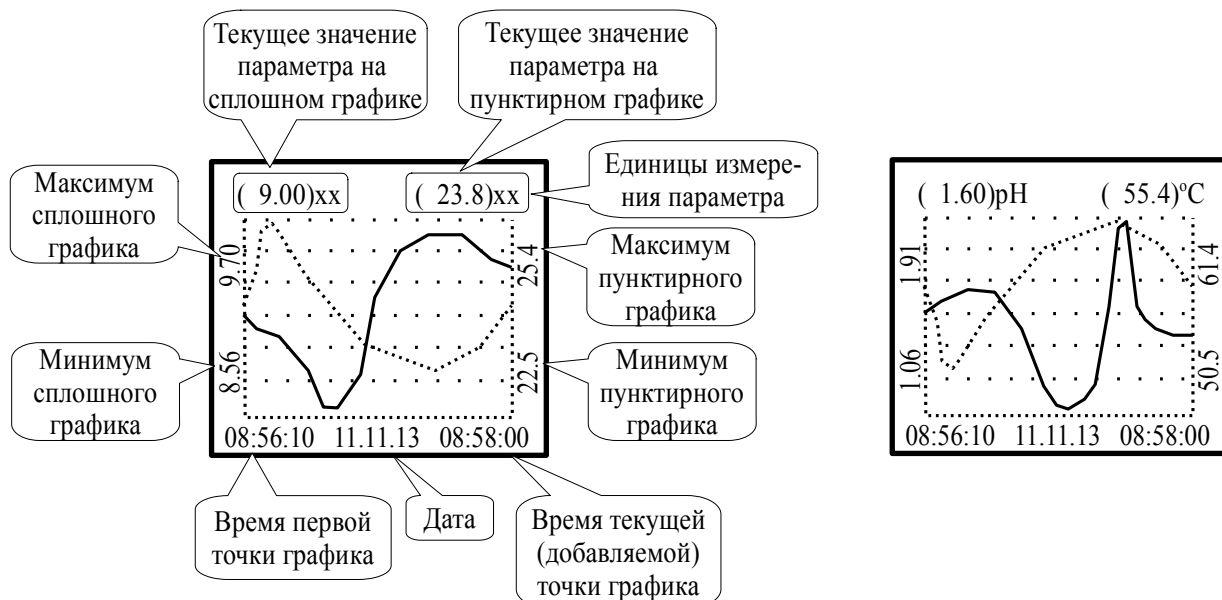

Рисунок 6 - Вариант отображения измеренных параметров в графическом виде
3.3.1.10 **Графики** - отображение измеренных значений основного параметра (рН, рН ОЧВ, ОВП или ЭДС) сплошной линией и температуры пунктирной линией в виде графика приведено на Рисунок 6.